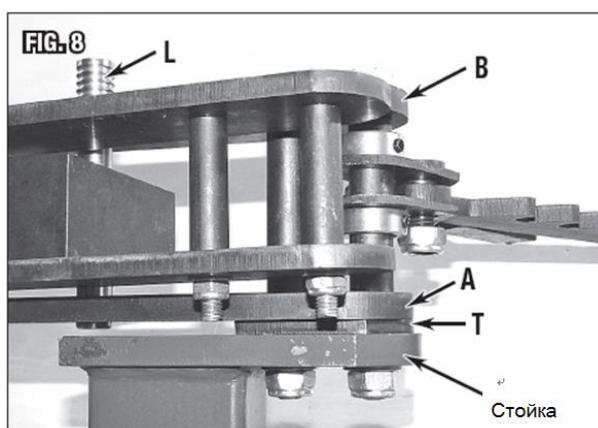

Рис. 8
3. При монтаже, распорная пластина (Т) должна быть расположена между нижней пластиной рамы (А) и монтажной поверхностью. Это необходимо для того, чтобы обеспечить полный проход направляющего штифта через пластины (Рис. 8).
4. Проверка выравнивания: Временно вставить направляющий штифт (L) $\text{Ø}7/8" \times 6-3/4"$ [$\text{Ø}22 \times 172 \text{ мм}$] в отверстия $\text{Ø}22,5$ в обеих пластинах рамы, чтобы выровнять их. Затянуть оба болта М12 и гайки затем снять направляющий штифт (Рис. 8).